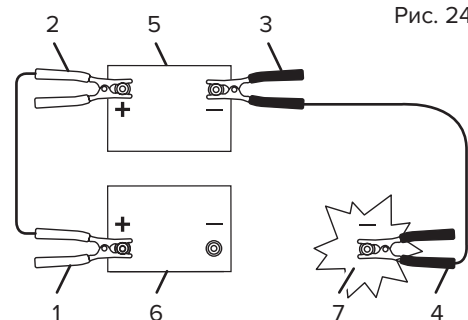

Рис. 24
- Подключите положительный (+) кабель к положительной (+) клемме разряженного аккумулятора, которая подключена к стартеру или соленоиду, как показано на рис. 24.
- После подключения кабеля к отрицательной клемме разряженного аккумулятора подключите другой конец кабеля не к отрицательной клемме, а к заземленной части двигателя техники с разряженным аккумулятором (см. рис. 24).